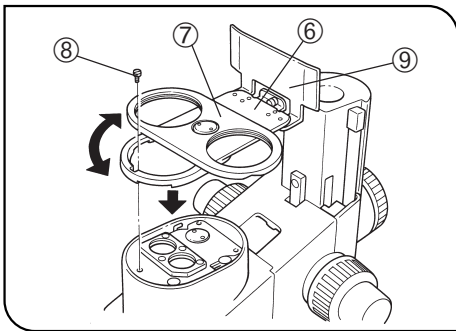

Abb. 31
5. Den Revolveranschluß ⑥ (mit nach oben weisenden Objektivaufnahmen ⑦) durch Ausrichten der Schraubenbohrungen an der Stelle anbringen, an der sich zuvor das Objektiv befunden hatte. Mit Hilfe des Sechskant-Steckschlüssels (für M3-Schrauben) den Revolveranschluß mit den drei beiliegenden Feststellschrauben (M3–6 mm lang) befestigen (Abb. 31).
★ Falls die Schraubenbohrungen durch die Objektivaufnahmen ⑦ verdeckt werden, den Revolveranschluß beim Befestigen drehen (Abb. 31).
7. Zwei Objektive in ihre entsprechenden Objektivaufnahmen ⑦ einschrauben (Abb. 31).